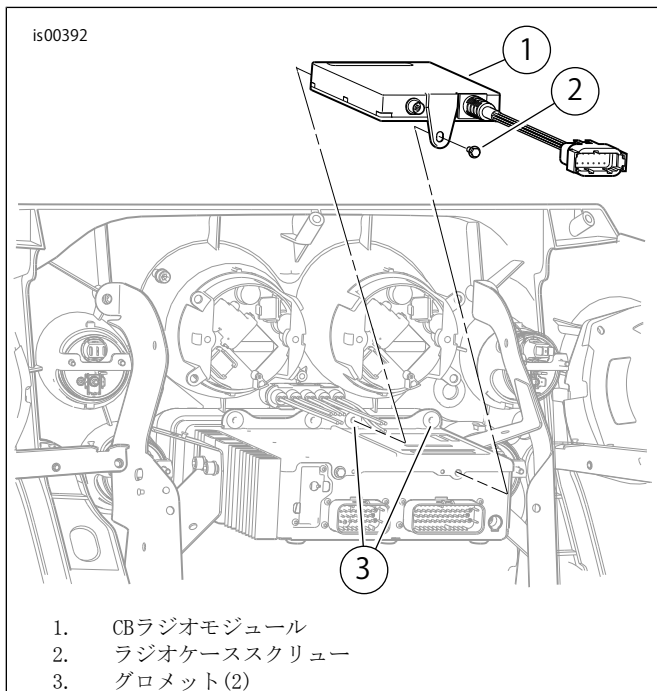

図1。CBラジオモジュールの取り付け
3. 「図1」を参照してください。AM-FMラジオケースの上部にCBラジオモジュール(1)を配置します。